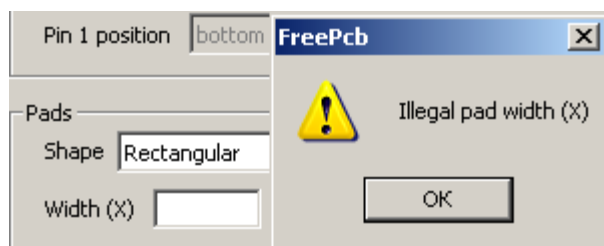

Рис.6 Окно сообщения об ошибке.
- Length (Y) - длина площадки (размер "Y" на схеме расположения площадок).
- Spacing (E) - интервал между центрами площадок в пределах ряда (размер "E" на схеме расположения площадок).
- Save – Сохранить. После нажатия этой кнопки мастер проверяет заполнение всех полей и если какое-то поле не заполнено, то появляется небольшое окошко с указанием ошибки и кнопкой ОК (рис.6).